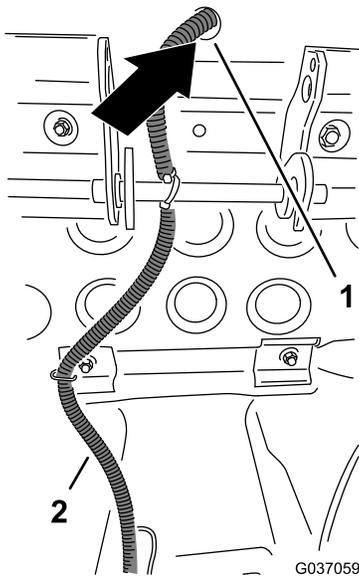

Figura 23
6. Dirija el conector hembra de 2 vías del arnés del relé (cables blancos y negros) a través del orificio en la plataforma situada detrás del asiento (Figura 23).
- En la parte inferior de la plataforma, dirija el conector hembra de 2 vías (cables negro y rojos) del arnés de cables del kit de 350 cm a lo largo del arnés del relé y a través del orificio en la plataforma situada detrás del asiento; consulte la Figura 23 en Conexión del relé y del arnés \(modelo 02750\) (página 9).